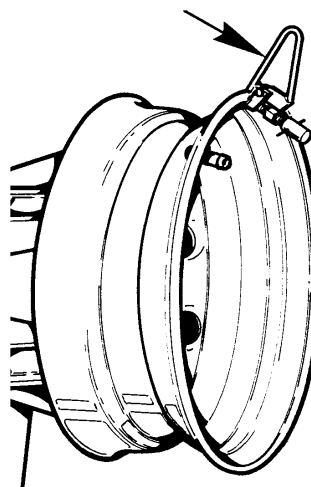

Рис.24
1. Нанесите большое количество смазки на всю внутреннюю поверхность диска и борта шины. Закрепите струбцину (Рис. 24) на внешней закраине обода, так чтобы ниппель находился в положении 11 часов, а струбцина – 12 часов.